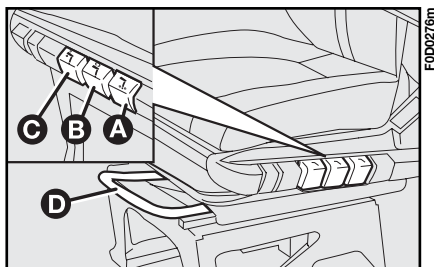

fig. 56
Agire sul pulsante **A**-fig. 56.
- ruotare il sedile agendo sul pulsante **B**-fig. 56.
Agire sul pulsante **C**-fig. 56 per sollevare/abbassare il sedile.
Sollevare la leva **D**-fig. 56 e spingere il sedile avanti o indietro.